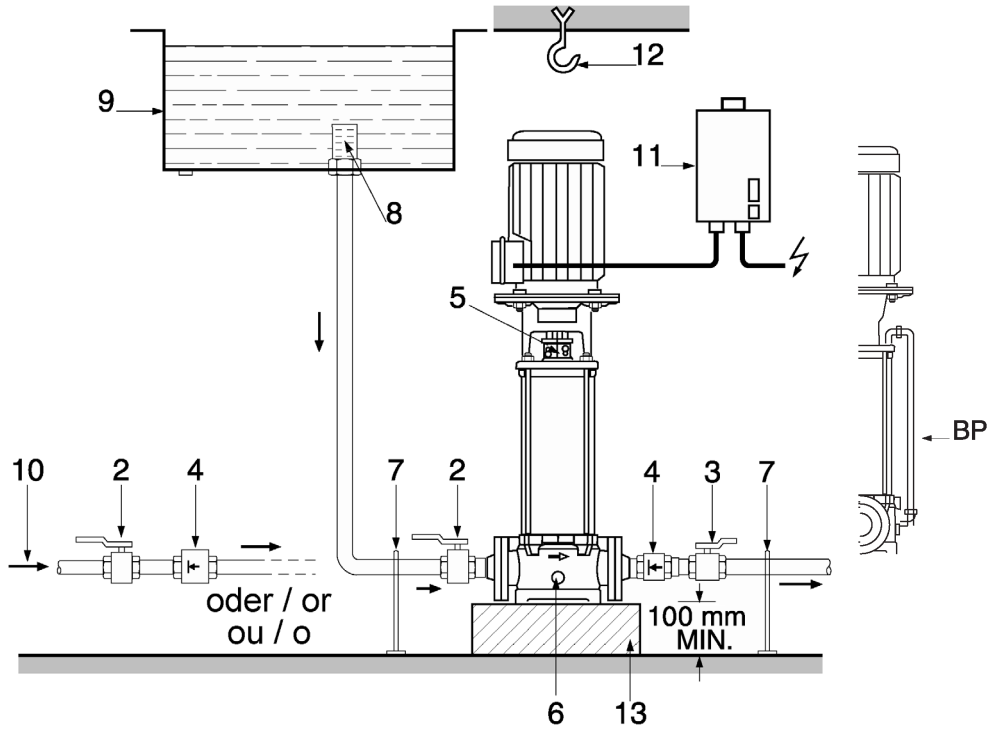

Fig. 3
Габаритные и присоединительные размеры (табл.1, см. также рис. 3)
- устанавливайте насос таким образом, чтобы было достаточно места для обслуживания, ремонта и демонтажа насоса. Насос необходимо устанавливать перпендикулярно на бетонном фундаменте (рис. 2, 3). Между фундаментом и полом необходимо проложить гаситель вибраций (резину) (рис. 2 поз. 13). Размеры для установки и соединения указаны в таблице 1 п. 1.2. 1., и на рис. 3